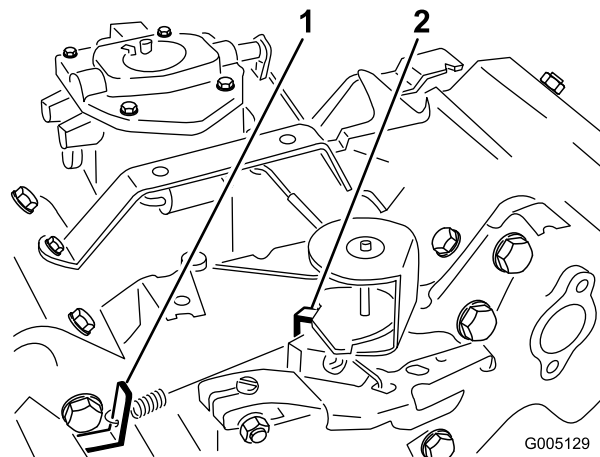

Figura 36
3. Piegate la linguetta di ancoraggio della molla regolata al minimo (Figura 36) per ottenere una minima di 1625 ± 100 giri/min. Controllate la velocità con un tachimetro.
5. Mettete il comando dell'acceleratore in posizione Fast. Piegare la linguetta di ancoraggio della molla della massima (Figura 36) per ottenere una minima superiore di 2850 ± 50 giri/min.